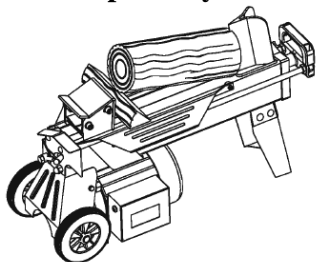

Fig.20 : PREHLS52 / 042001
- Cuando se haya retraído el empujador de troncos y esté detenido completamente en su posición inicial, inserte una cuña de madera debajo del tronco atascado (Fig.20 & 21).